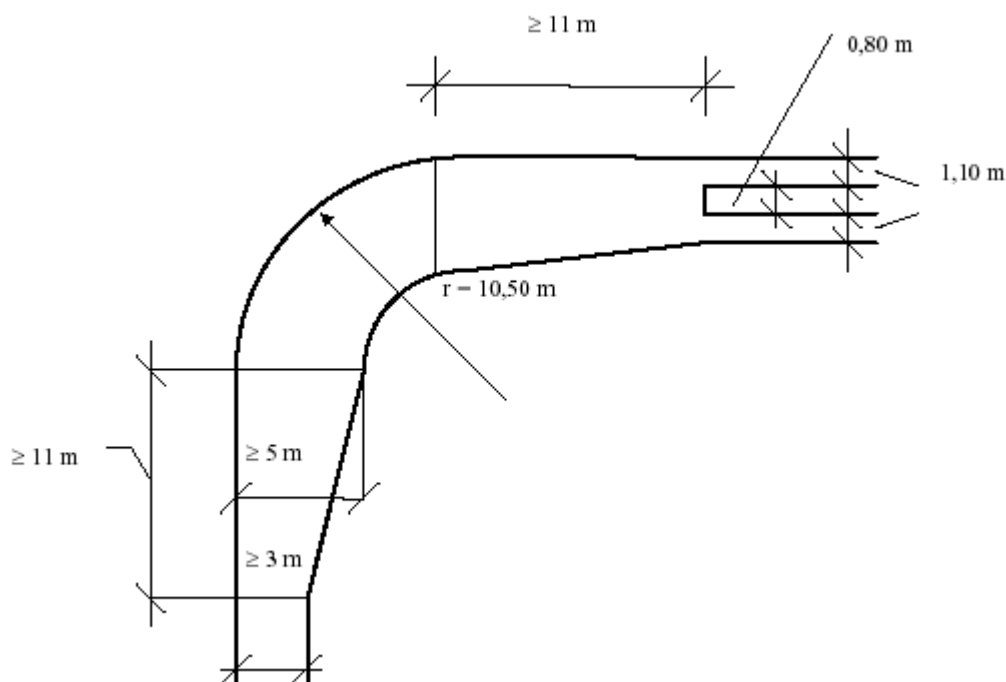

Bild 1
3. Kurven In Zu- oder Durchfahrten (Tabelle, Bild 1)